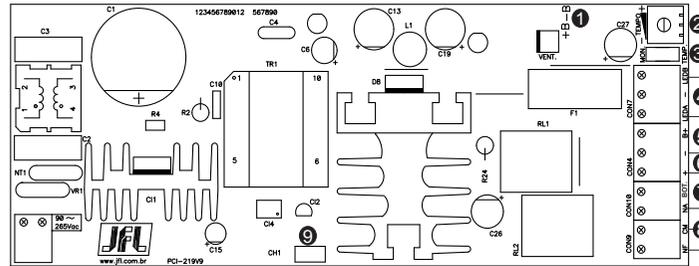

Figura 1
A POWER 512 PLUS é uma fonte de alimentação 12Vc.c, podendo ser utilizada por qualquer produto que necessite de uma corrente máxima de até 5 amperes. Na ausência de energia elétrica, a carga passa a ser alimentada por uma bateria conectada na entrada +B e -B (função NO-BREAK). O tempo de duração da bateria depende da corrente que está sendo fornecida para a carga. A fonte possui proteção contra curto circuito de saída (+ e -), proteção contra inversão polaridade (+B e -B), proteção de bateria baixa e um relé de contato seco multifuncional, com opção de monitoramento da rede AC ou saída temporizada para acionamento de fechadura elétrica ou magnética. O modo de funcionamento do relé é selecionado pelo jumper (3) de acordo com a Figura 1.